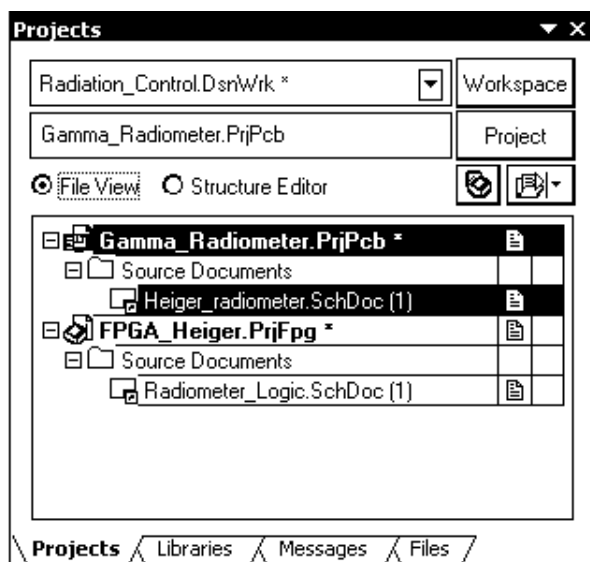

Рис. 7.2. FPGA-проект в панели Projects
3. Автоматически открывается плавающая панель **Projects** (рис. 7.2), содержащая предопределенное по умолчанию имя нового проекта `FPGA_Project1.PrjFpg`.